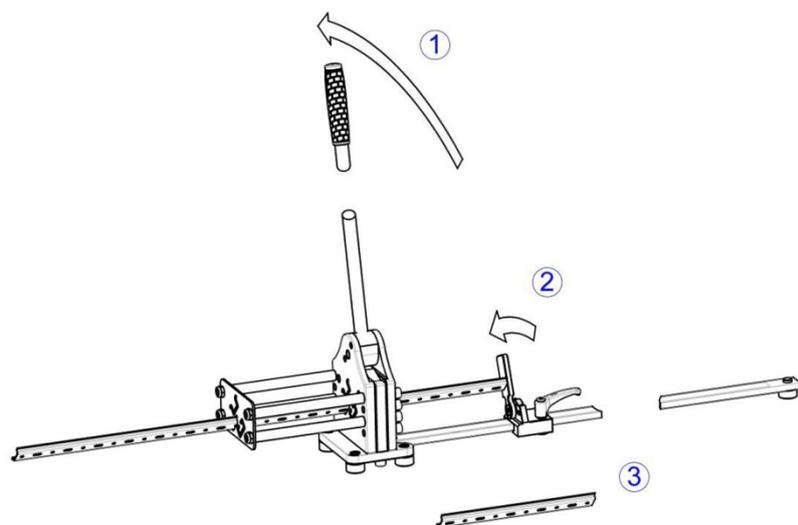

Fig. 8: Rimozione della guida
- Per rimuovere la guida tagliata, riportare completamente la leva manuale nella sua posizione iniziale (fig. 8, pos. 1).
- A seconda della lunghezza del pezzo da lavorare, spostare lateralmente, se necessario, il coperchio della battuta di arresto (fig. 8, pos. 2) e rimuovere il profilo finito.